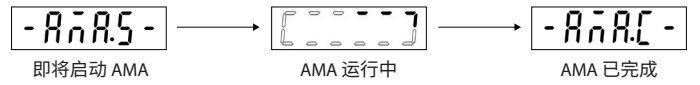

图 7: AMA 状态指示
- 将参数 P4.2.1.3 AMA 模式设为 [1] 启用完整 AMA 或 [2] 启用精简 AMA，主显示屏显示 # 即将启动 AMA，请参阅图 7。